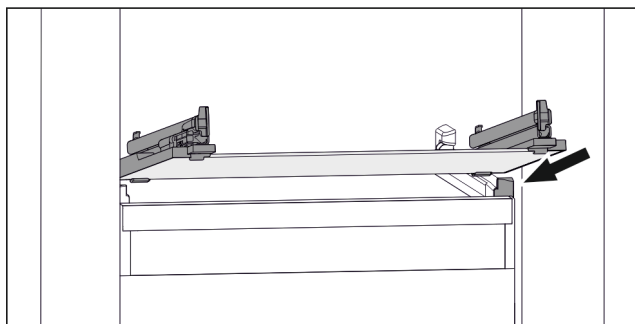

Fig. 159 Przykładowa prezentacja płyty szklanej
- ▶ Założyć płytę szklaną pod skosem za stoperami. (patrz Fig. 159)